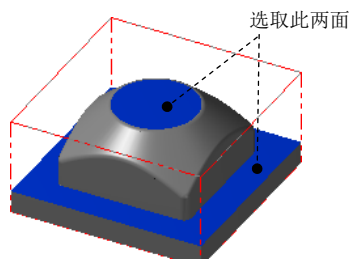

图 6.14 选取干涉面
Step2. 设置加工区域。在图形区中选取图 6.13 所示的面 (共 21 个), 按 Enter 键, 系统弹出“刀具路径的曲面选取”对话框。然后单击 检测 区域中的 按钮, 选取图 6.14 所示的面为干涉面, 然后按 Enter 键。单击 按钮, 完成加工区域的设置, 同时系统弹出“曲面精加工等高外形”对话框。
Step3. 确定刀具类型。在“曲面精加工等高外形”对话框中单击 刀具过滤 按钮, 系统弹出“刀具过滤列表设置”对话框。单击 刀具类型 区域中的 无(N) 按钮后, 在刀具类型按钮群中单击 (圆鼻刀) 按钮。然后单击 按钮, 关闭“刀具过滤列表设置”对话框, 系统返回至“曲面精加工等高外形”对话框。